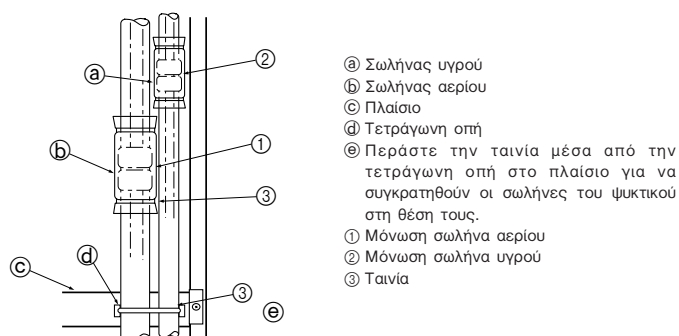

Fig. 4-5
Μονώστε τις κωνικές συνδέσεις ① και ② των σωλήνων αερίου και ψυκτικού υγρού καλά. Εάν κάποιο σημείο από τις συνδέσεις δεν είναι καλυμμένο, μπορεί να προκληθεί διαρροή συμπύκνωσης. (Fig. 4-5)
- Σφίξτε τη μόνωση του σωλήνα αερίου ① και τη μόνωση του σωλήνα υγρού ② και στα δύο άκρα έτσι ώστε να μην γλιστρίσουν και να ευθυγραμμιστούν.
- Μετά την εκτέλεση της μόνωσης, χρησιμοποιήστε μια ταινία ③ για να σφίξετε το πλαίσιο του σωλήνα ψυκτικού υγρού (κάτω από το τμήμα σύνδεσης του σωλήνα). Αυτό θα εμποδίσει το σωλήνα ψυκτικού να ανυψωθεί πιο επάνω από το πλαίσιο. (Όταν ο σωλήνας ψυκτικού υγρού είναι εκτός του πλαισίου, η γρίλια δεν μπορεί να τοποθετηθεί.)